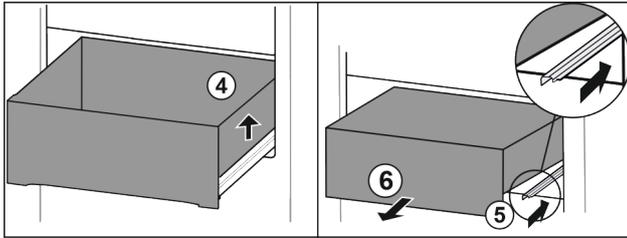

Fig. 14\*
- ▶ Soulever le tiroir sur la droite Fig. 14 (4).\*
- ▶ Rentrer le rail de droite Fig. 14 (5).\*
- ▶ Retirer le tiroir par l'avant Fig. 14 (6).\*